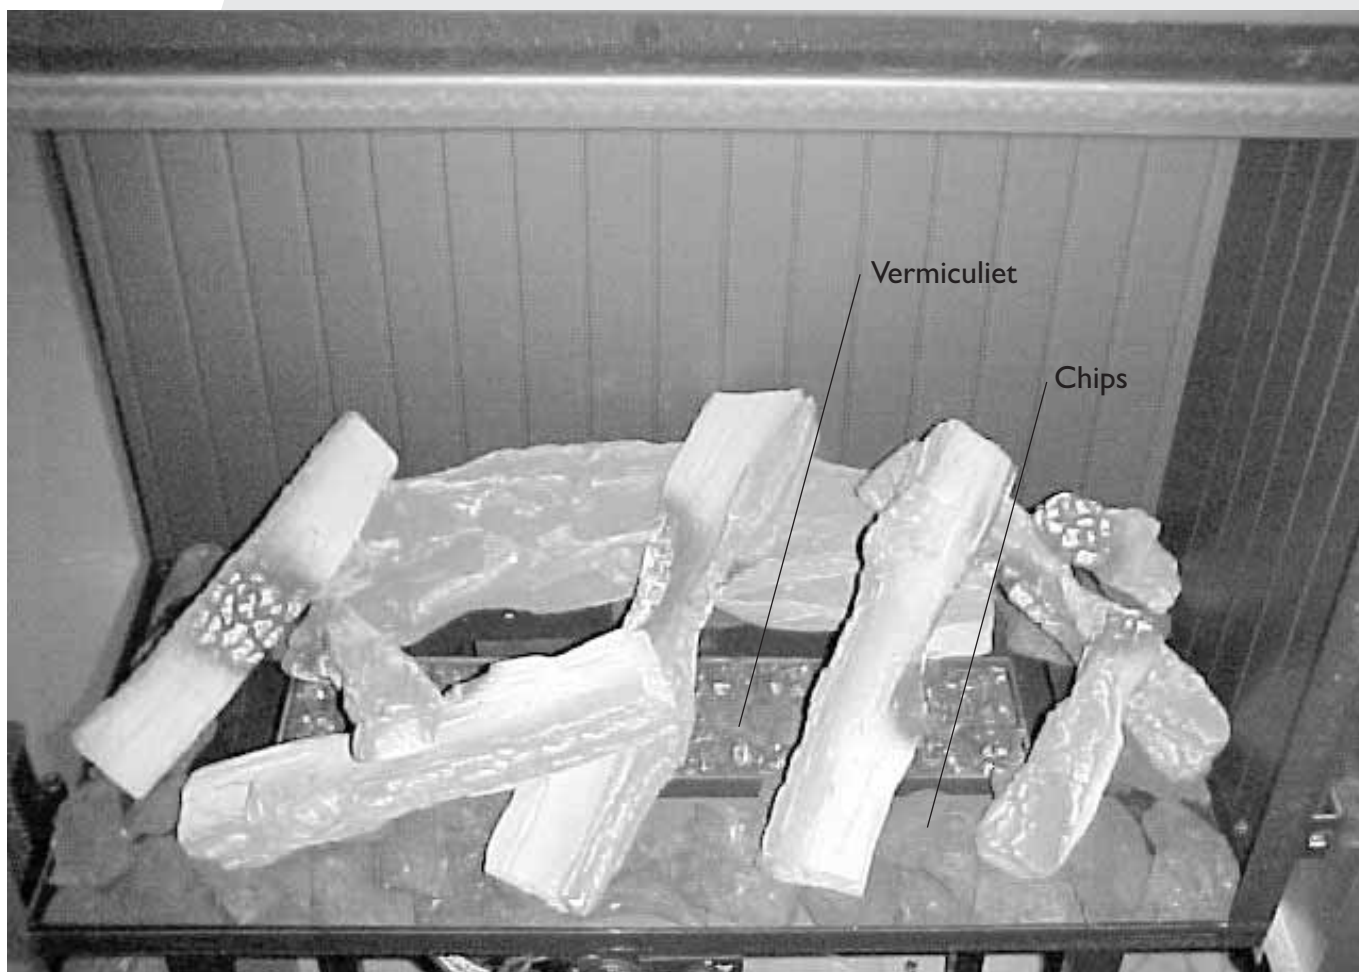

fig. 9
- Plaats vervolgens de overige blokken zoals in fig. 9 is aangegeven.